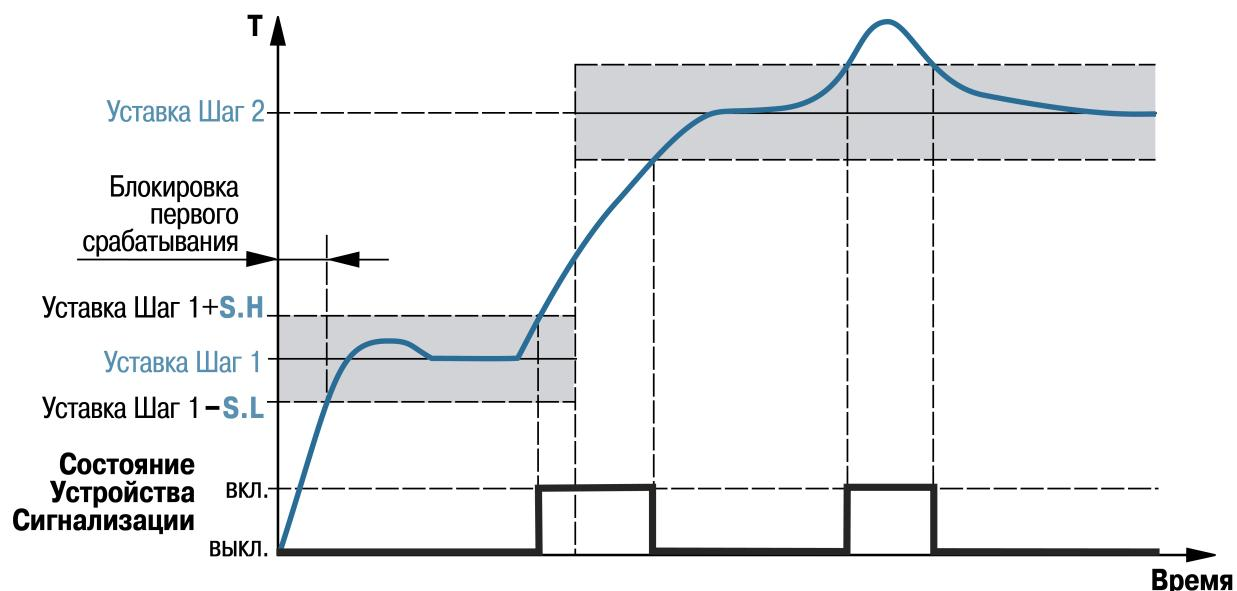

Рисунок 10.22 – Пример логики работы и блокировки срабатывания устройства сигнализации для U-образной логике
- В случае выхода регулируемой величины за заданные пределы — U-образная логика (**SiG.t = S.otn**) (см. рисунок 10.22).